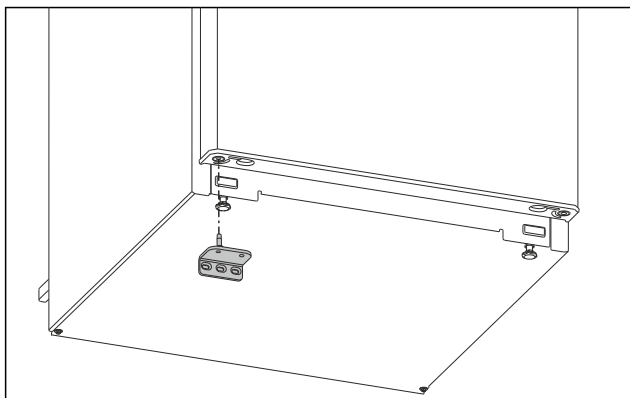

Fig. 14
- ▶ Włożyć dolną płytkę zawiasu po przeciwnej stronie. (patrz Fig. 14)